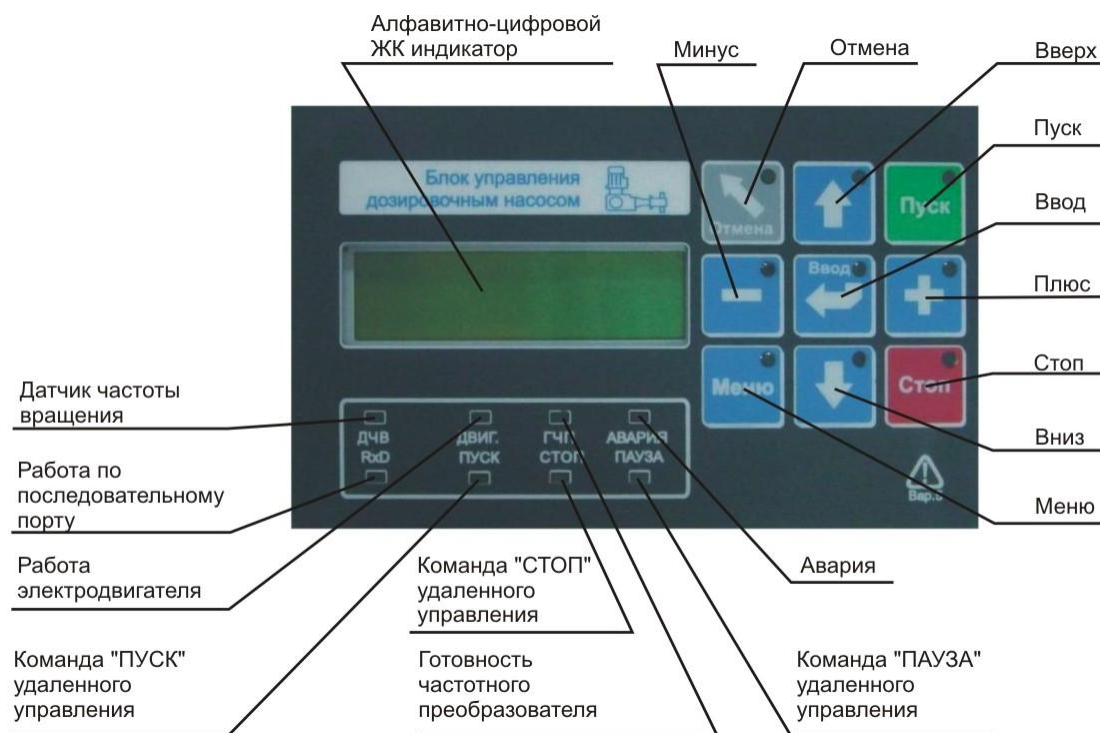

Рисунок 3 – Внешняя поверхность крышки БУ.
1.6.1.2 На внешней поверхности крышки размещены: плёночная клавиатура, жидкокристаллический дисплей и светодиодные индикаторы (рисунок 3), на нижней поверхности корпуса – кабельные вводы. На правой стороне корпуса закреплена табличка, на которую нанесены сведения об изделии. На боковой поверхности радиатора расположен винт заземления. Уголки радиатора имеют четыре установочных отверстия диаметром 4 мм. Охлаждение радиатора обеспечивается естественной циркуляцией воздуха или принудительным обдувом с помощью вентиляторов, закрепленных на радиаторе.
2.3.1.3 Управление и настройка БУ производится со встроенной панели (рисунок 3). В правом верхнем углу каждой кнопки имеется светодиодный индикатор, свечение которого указывает на активность кнопки в данном пункте меню.